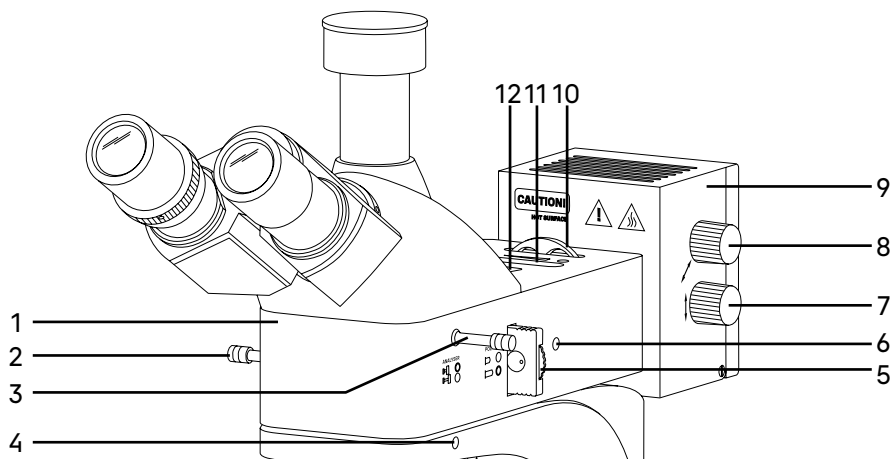

Рис. 4. Насадка осветителя отраженного света
Осветитель отраженного света представлен на рис. 4.
Корпус насадки 1 (рис. 4) устанавливается сверху на штатив микроскопа и закрепляется винтом 4 (рис. 4) при помощи ключа-шестигранника. В корпусе насадки располагаются:
- устройство простой поляризации – вращающийся поляризатор 5 (рис. 4) и встроенный анализатор 3 (рис. 4);
- полевая диафрагма 12 (рис. 4) и апертурная диафрагма 11 (рис. 4);
- несъемное кольцо с набором цветных фильтров 10 (рис. 4) имеет пять положений: свободное отверстие и 4 фильтра – матовый, желтый, зеленый и синий;
- рукоятка 2 (рис. 4) для переключения на режим отраженного/проходящего света (MAGUS Metal 600) – для переключения на режим проходящего света (для исследования прозрачных и полупрозрачных пленок и фильтров) выдвиньте рукоятку 2 (рис. 4) до упора, а для переключения на режим отраженного света (для освещения непрозрачных образцов, таких как металлы и сплавы, для исследования поверхности образца с целью выявления его текстуры, микроструктуры и обнаружения дефектов) установите ее в крайнее вдвинутое положение.
— рукоятка 2 (рис.4) для переключения на режим светлого/темного поля (MAGUS Metal 600 BD) – для улучшения контраста и детализации изображения образцов, что позволяет лучше изучать их микроструктуру (Режим светлого поля дает достоверное увеличенное изображение объекта. Режим темного поля: для наблюдения объекта в рассеянном свете, который дает контрастные изображения границ зерен и дефектов поверхности, невидимых в светлом поле). Для работы микроскопа по методу темного поля выдвиньте рукоятку светлого/темного поля 2 (рис. 4) в положение  DF, а для работы по методу светлого поля убедитесь, что она установлена в задвинутое положение  BF.
Поляризатор 5 (рис. 4) расположен в корпусе насадки между источником света и объективами. Поляризатор имеет два положения – свободное отверстие и поляризационный фильтр. Поляризатор вращается в диапазоне 0–360°. Чтобы ввести поляризатор в оптическую ось, следует вставить устройство до конца. Поляризованный свет передается через объектив на объект.
Анализатор 3 (рис. 4) расположен между объективом и визуальной насадкой. Анализатор имеет два положения – свободное отверстие и поляризационный фильтр. Чтобы ввести анализатор в оптическую ось, следует вставить устройство до конца.
Фонарь лампы 9 (рис. 4) крепится на насадку 1 (рис. 4). Внутри фонаря располагается источник света – галогенная лампа. Центрировка лампы по трем осям осуществляется рукоятками 15 (рис. 2) и 7, 8 (рис. 4). Галогенная лампа нагревается, поэтому корпус фонаря имеет решетку для естественного охлаждения источника света.
Процесс установки (монтажа) показан на рис. 4.